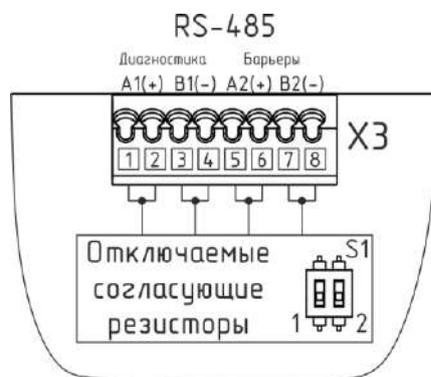

Рисунок 8. Колодка RS-485 X3
Оба интерфейса снабжены согласующими резисторами с номинальным сопротивлением 120 Ом. Согласующие резисторы по умолчанию отключены. Их можно подключить с помощью DIP-переключателя S1 (см. таблицу 13, рис. 8).
Интерфейсы не связаны между собой на модуле, однако их можно объединять в одну цепь (шину). Для этого предусмотрены дублирующие контакты в разъеме X3 (см. таблицу 11, рис. 8).
4. Подключить персональный компьютер (ПК) к клеммам диагностического интерфейса разъема X3 (см. таблицу 11, рис. 8) с помощью преобразователя интерфейсов USB/RS-485 или COM/RS-485.